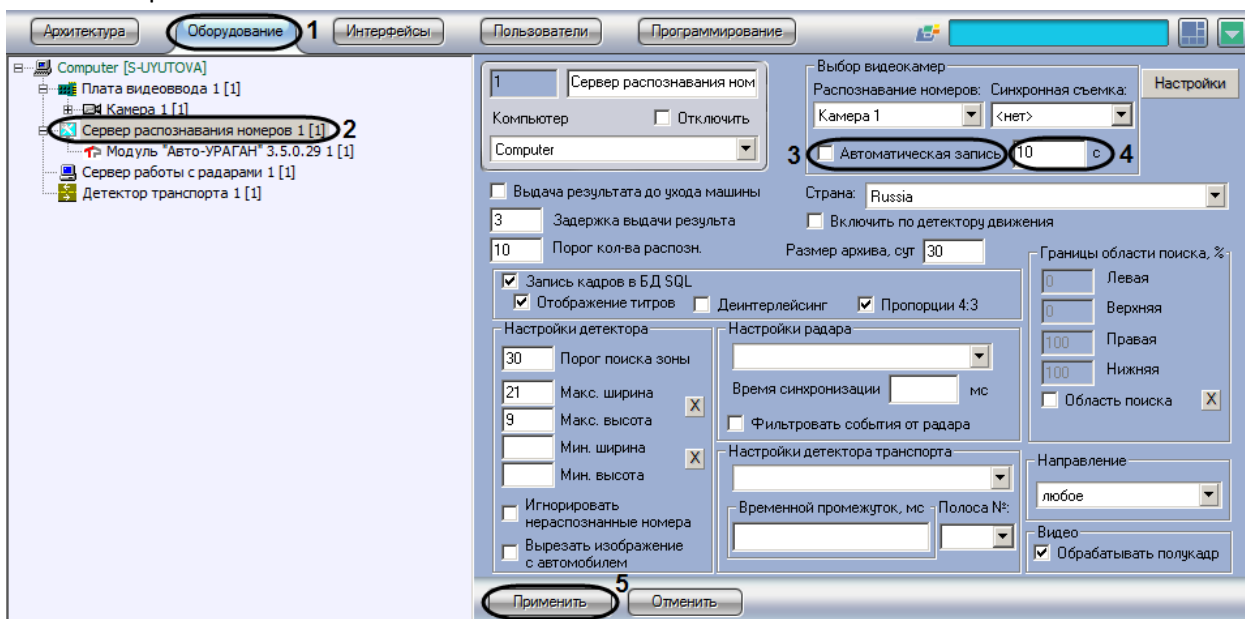

Рис. 7.2—8. Настройка параметров автоматической записи сигнала
1. В диалоговом окне «Настройка системы» перейти на вкладку «Оборудование» (Рис. 7.2—8, 1).
2. В дереве объектов на вкладке «Оборудование» выбрать объект «Сервер распознавания номеров», соответствующий активированному программному модулю (см. раздел «Активация программного модуля, используемого для распознавания номеров», Рис. 7.2—8, 2). В правой части вкладки «Оборудование» отобразится панель настройки выбранного объекта.
3. Установить флажок «Автоматическая запись» для активации функции автоматической записи видеосигнала при распознании номерного знака транспортного средства (см. Рис. 7.2—8, 3).
4. Указать длительность записи видеосигнала, осуществляющегося при распознании номерного знака транспортного средства (см. Рис. 7.2—8, 4).